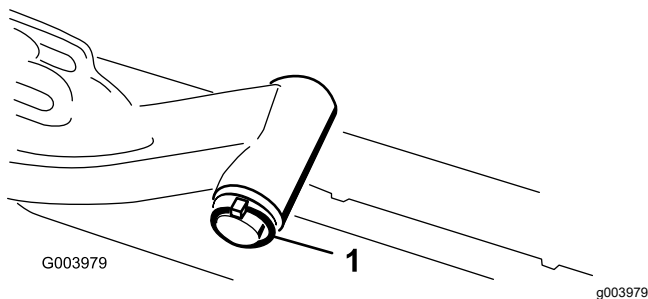

Рисунок 11
А. Снимите шплинт с кольцом и шайбу, которые крепят шарнир подъемного рычага к подъемному рычагу и снимите шарнир с подъемного рычага (**Рисунок 11**).
- С. Вставьте вал подъемного рычага в подъемный рычаг и зафиксируйте шайбой и шплинтом с кольцом (**Рисунок 11**).